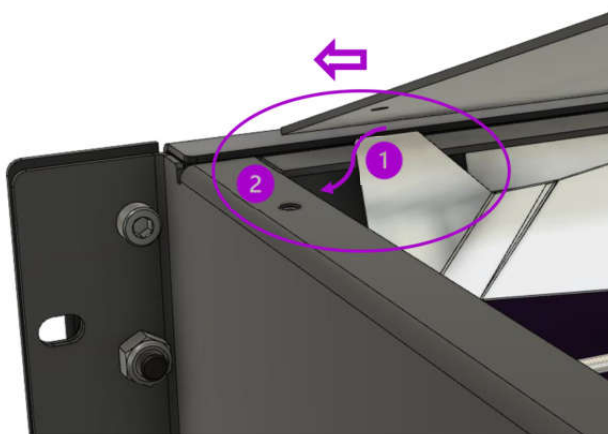

Abb. 21
2. Den oberen Gehäusedeckel nach links schieben. Die vordere linke Spiegellecke (1) unter den Flansch der linken Gehäusewand (2) schieben. (Abb. 21)